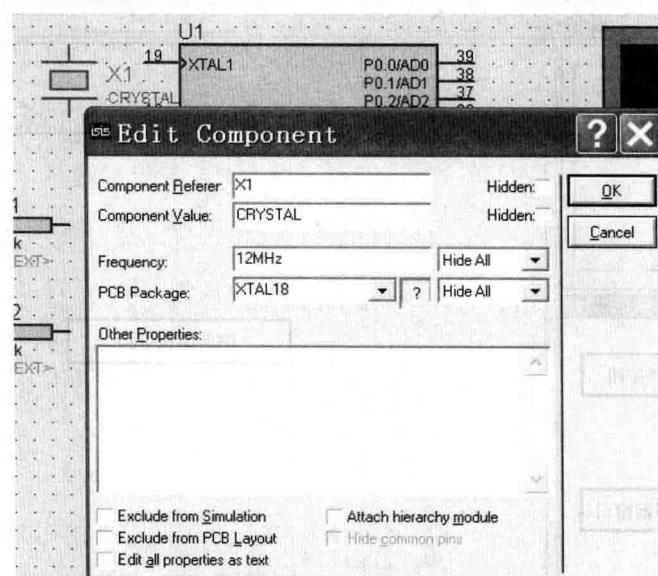

图 2-7 元件属性编辑
④ 编辑元件属性。左键双击元件弹出属性编辑对话框，将相关参数填入，如图 2-7 所示。
⑤ 放置电源及接地端。单击 按钮，单击“POWER”，将电源放置在原理图中。同理，单击“GROUND”，将接地端放置在原理图中。